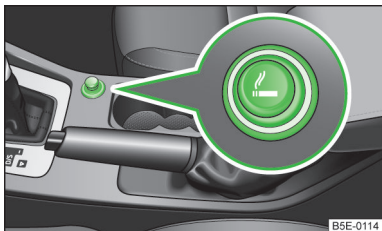

Fig. 64
- Apăsați capul brichetei » fig. 64.